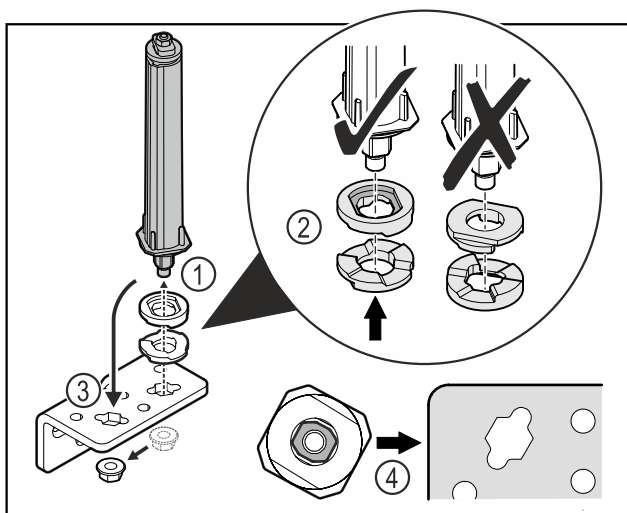

Fig. 52
- ▶ Vabastage mutter ja eemaldage ukسلukustussüsteem Fig. 52 (1).
- ▶ Pöörake tähelepanu kõrguseadeseibide korrektsele väljajoondusele Fig. 52 (2).
- ▶ Paigutage ukسلukustussüsteem šarniirnergikus ümber ja fikseerige mutriga Fig. 52 (3).
- ▶ Pöörake sissepanemisel tähelepanu ukسلukustussüsteemi korrektsele väljajoondusele Fig. 52 (4).